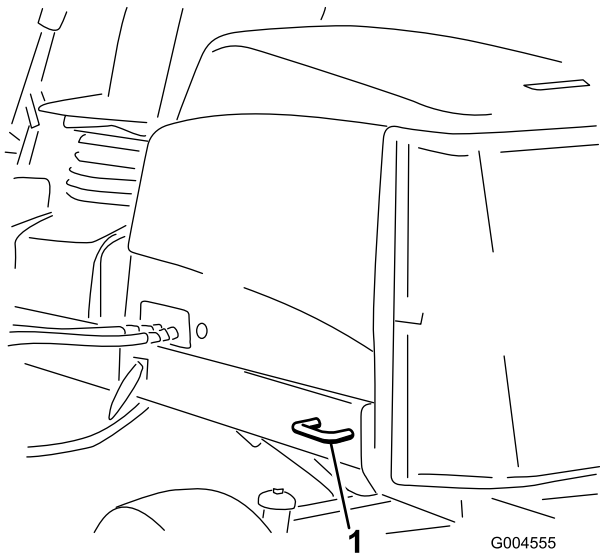

Figura 69
- Detrás – en cada lado de la máquina, en el bastidor trasero (Figura 69)